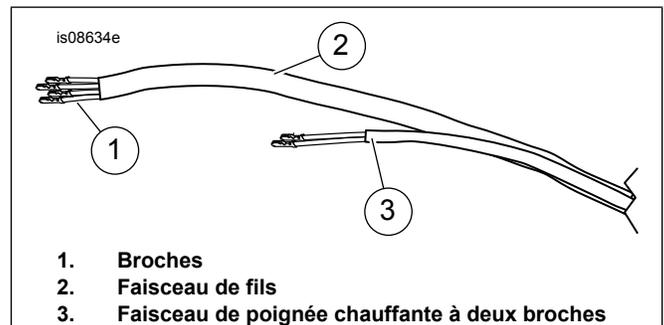

Figure 1. Broches et faisceau de câbles
- Consultez Figure 1. Échelonnez les broches (1) de sorte qu'elles ne sont pas dans aux mêmes emplacements le long du faisceau (2).